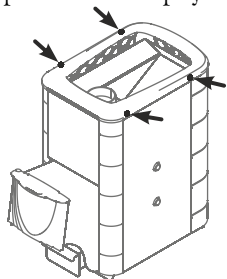

Рисунок 9. Саморезы для демонтажа рамки конвектора печи.
1. Снять рамку конвектора, открутив 4 самореза (рисунок 9)